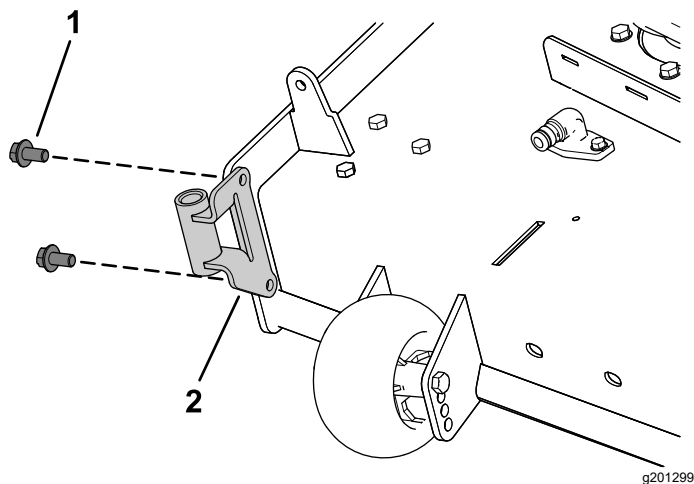

Рисунок 7
1. Установите опору вентилятора на деку газонокосилки с помощью 2 винтов с головкой с шестигранным буртиком ($\frac{3}{8}$ x $\frac{3}{4}$ дюйма), как показано на Рисунок 7.